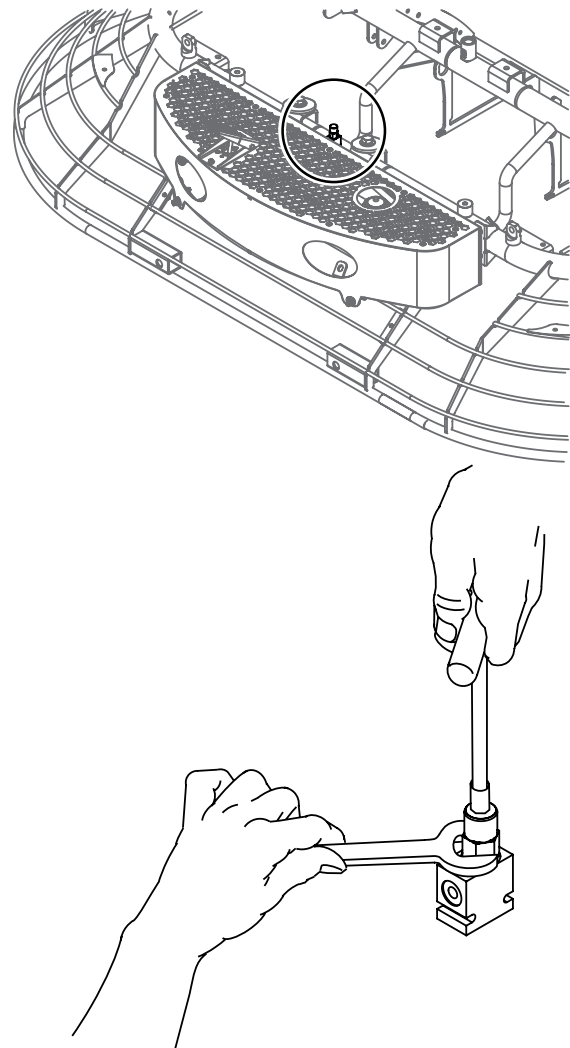

Abb. 49. Einstellen des Lenkdrucks
2. Die Kontermutter am Servo-Sicherheitsventil lösen (Abb. 49).